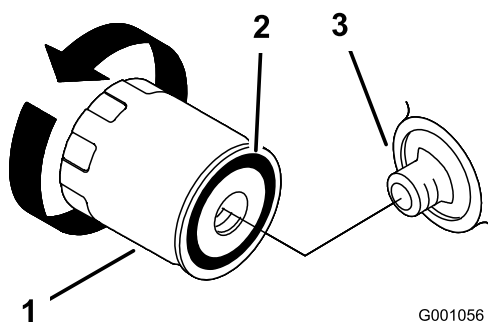

Figura 23
2. Retire el filtro usado y limpie con un paño la superficie de la junta del adaptador del filtro (Figura 23).
3. Aplique una capa fina de aceite nuevo a la junta de goma del filtro nuevo (Figura 23).
hasta que la junta de goma entre en contacto con el adaptador del filtro, luego apriete el filtro de 2/3 a 1 vuelta más (Figura 23).